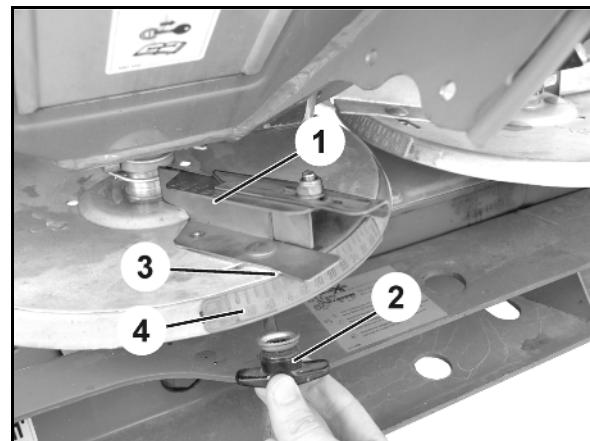

図 84
3. 偏向板外側パーツ (図 84/1) のねじ接続部を蝶ナット (図 84/2) の六角穴で外します。
4. 読み取りエッジ (図 84/3) は散布表に従い、目盛り (図 84/4) の文字に設定し、ねじ接続部を再び締め付けます。